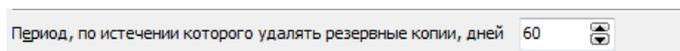

Рисунок 27.15 Задали период, по истечении которого следует удалять резервные копии
- задать период по истечении которого следует удалять резервные копии (Рисунок 27.15):